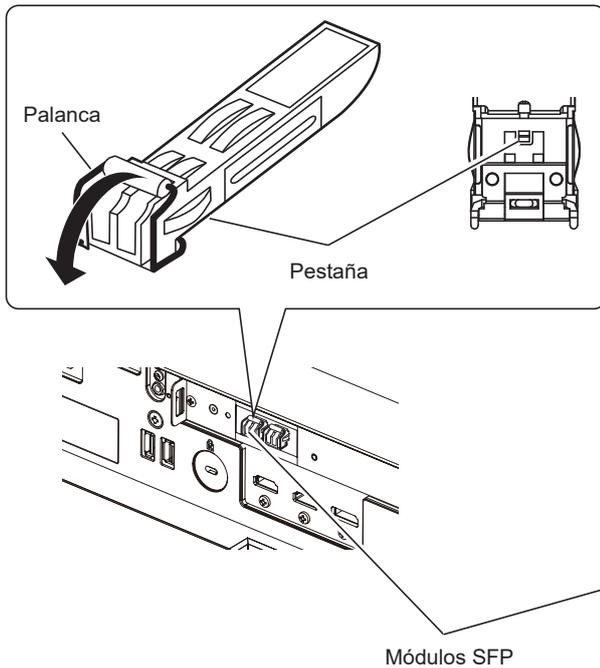

Figura 1
- 2) **Suelte la pestaña del módulo SFP. (Figura 1)**